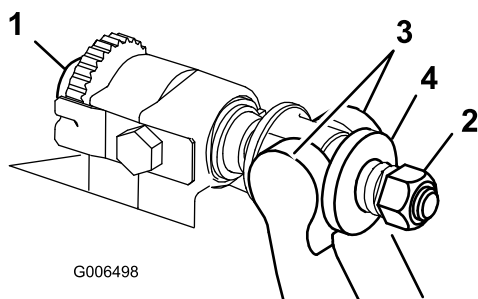

Figura 34
1. Gire el tornillo de ajuste de la barra de asiento, en el sentido contrario a las agujas del reloj, para alejar la contracuchilla del molinete (Figura 34).
2. Afloje la tuerca de tensado del muelle hasta que el muelle deje de presionar la arandela contra la barra de asiento (Figura 34).